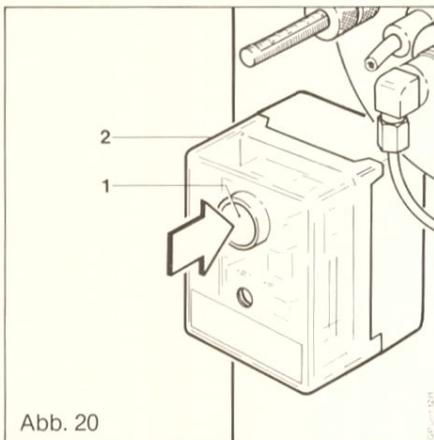

Abb. 20
- Bildet sich auf Grund einer Störung keine Flamme (z.B. Ölmenge oder andere Ursachen), schaltet der Feuerungsautomat (2) nach ca. 10 Sek. ab. Siehe Abb. 20. Nach einer Wartezeit von ca. 45-60 Sek. kann an der Entriegelungstaste (1) des Feuerungsautomaten (2) entriegelt werden.